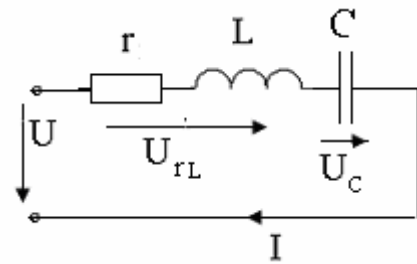

Рис. 82
61. Определить напряжение на конденсаторе в режиме резонанса и добротность контура при $U=3$ В; $U_H=5$ В (рис. 82).